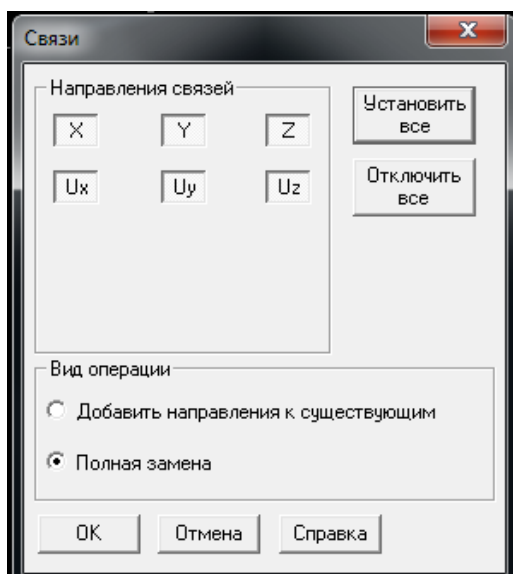

Рисунок 1.12 - Диалоговое окно SCAD для назначения опорных связей
9. Назначение опорных связей (опор) осуществляется в диалоговом окне **Связи** (рис.1.12), которое появляется при нажатии кнопки  «Установка связей в узлах» инструментальной панели вкладки **Назначения**.